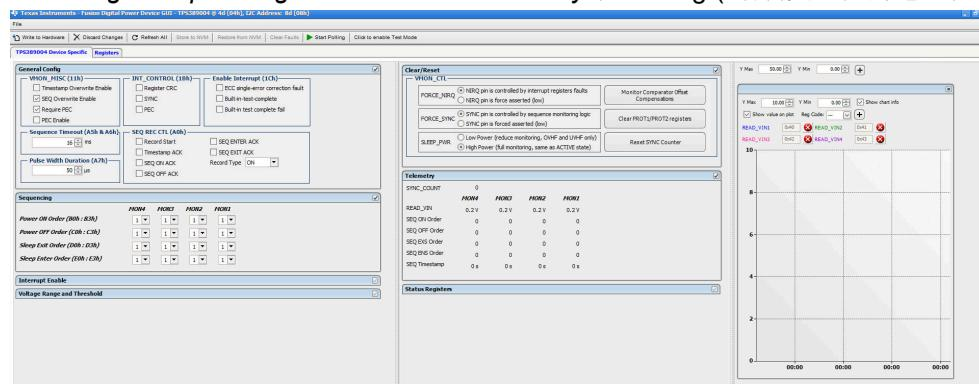
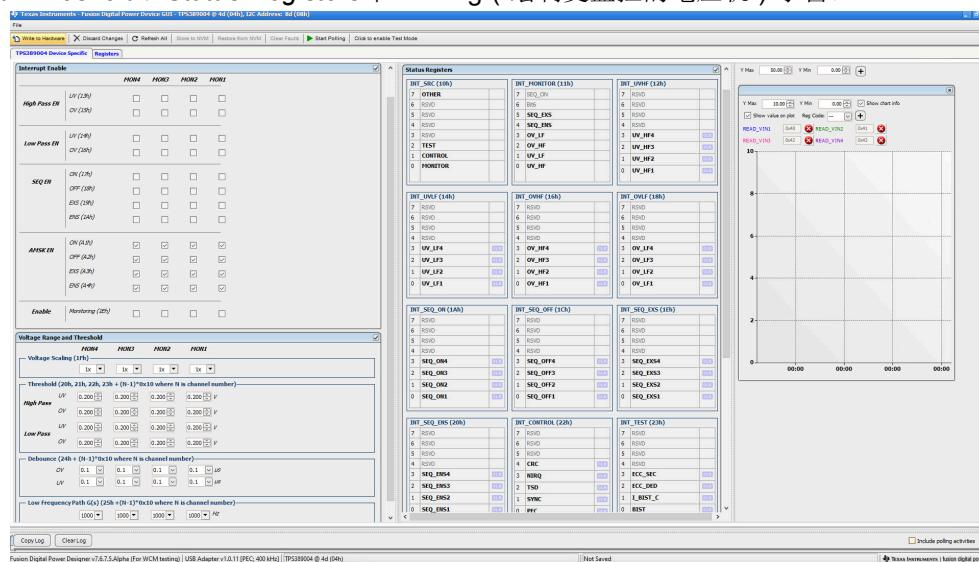
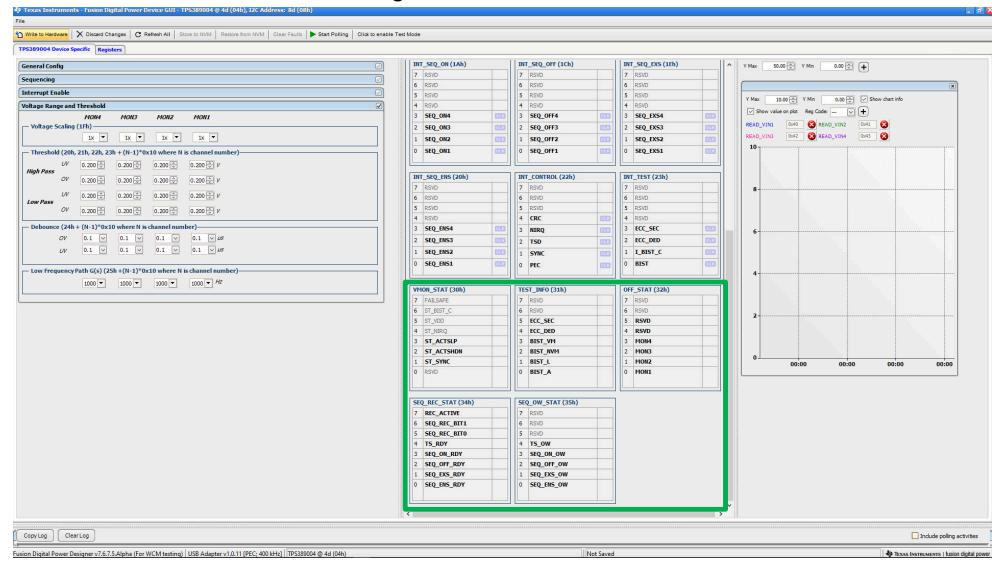

图 4-13. Fusion Digital Power 器件 GUI - TPS389006Q1EVM ( 图像 #1 )
图 4-14. Fusion Digital Power 器件 GUI - TPS389006Q1EVM ( 图像 #2 )
图 4-15. Fusion Digital Power 器件 GUI - TPS389006Q1EVM ( 图像 #3 )
8. 发现 EVM 并选择 *Click to Configure* 后，GUI 类似于 图 4-13、图 4-14 和 图 4-15。